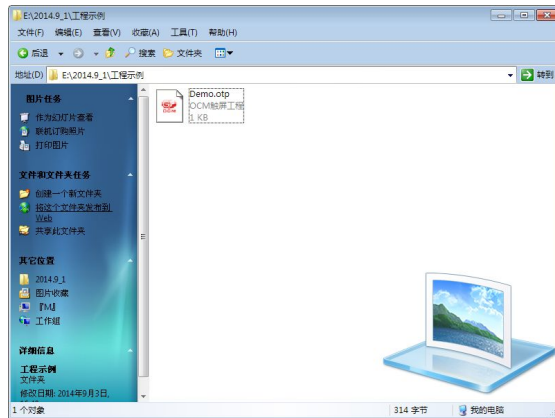

图 2.3
2.点击保存, 命名为 Demo.opt 文件，生成触控工程编辑文件，如图 2.3 所示。